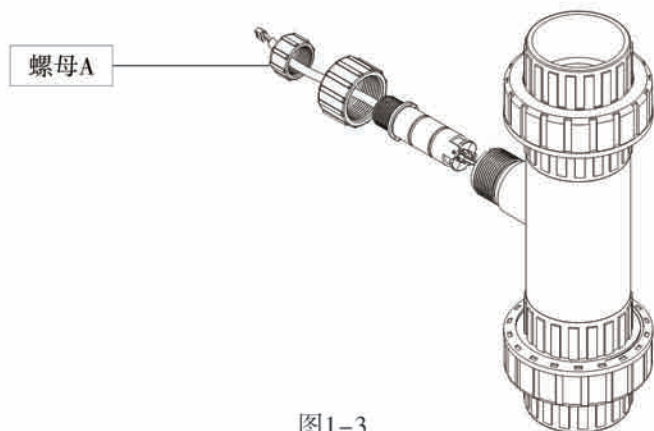

图1-3
- B、当流量计出现停止计量时,且确定被测液体仍然在流动时,可以在线检查流量探头的工作方式。将探头上盖螺母A拧下,观察探头背部发光二极管的工作状况,如果二极管出现常亮或常灭的现象,说明管道内叶轮已停止转动,此时需要停止管道工作,将管道内压力全部泄掉,然后拆下探头,检查叶轮周围是否有异物影响叶轮转动。清洗后如果手动转动工作正常,且背部二极管正常工作,确认安装正确后可以继续使用。(如图1-3)